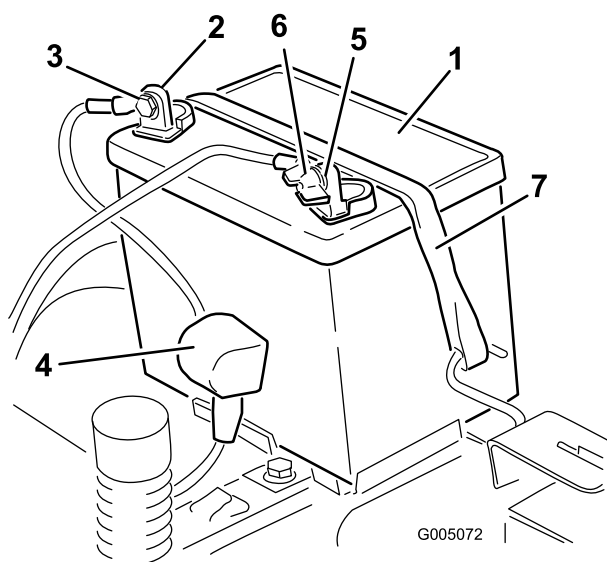

Figura 46
4. Staccate il cavo negativo (nero) di terra dal polo della batteria (Figura 46).
6. Staccate il cavo positivo (rosso) dal polo della batteria (Figura 46).
7. Togliete il dispositivo di fissaggio della batteria (Figura 46) e togliete la batteria dal vassoio.
1. Posizionate la batteria nella cassetta (Figura 46).
5. Fissate la batteria con l'apposito dispositivo (Figura 46).